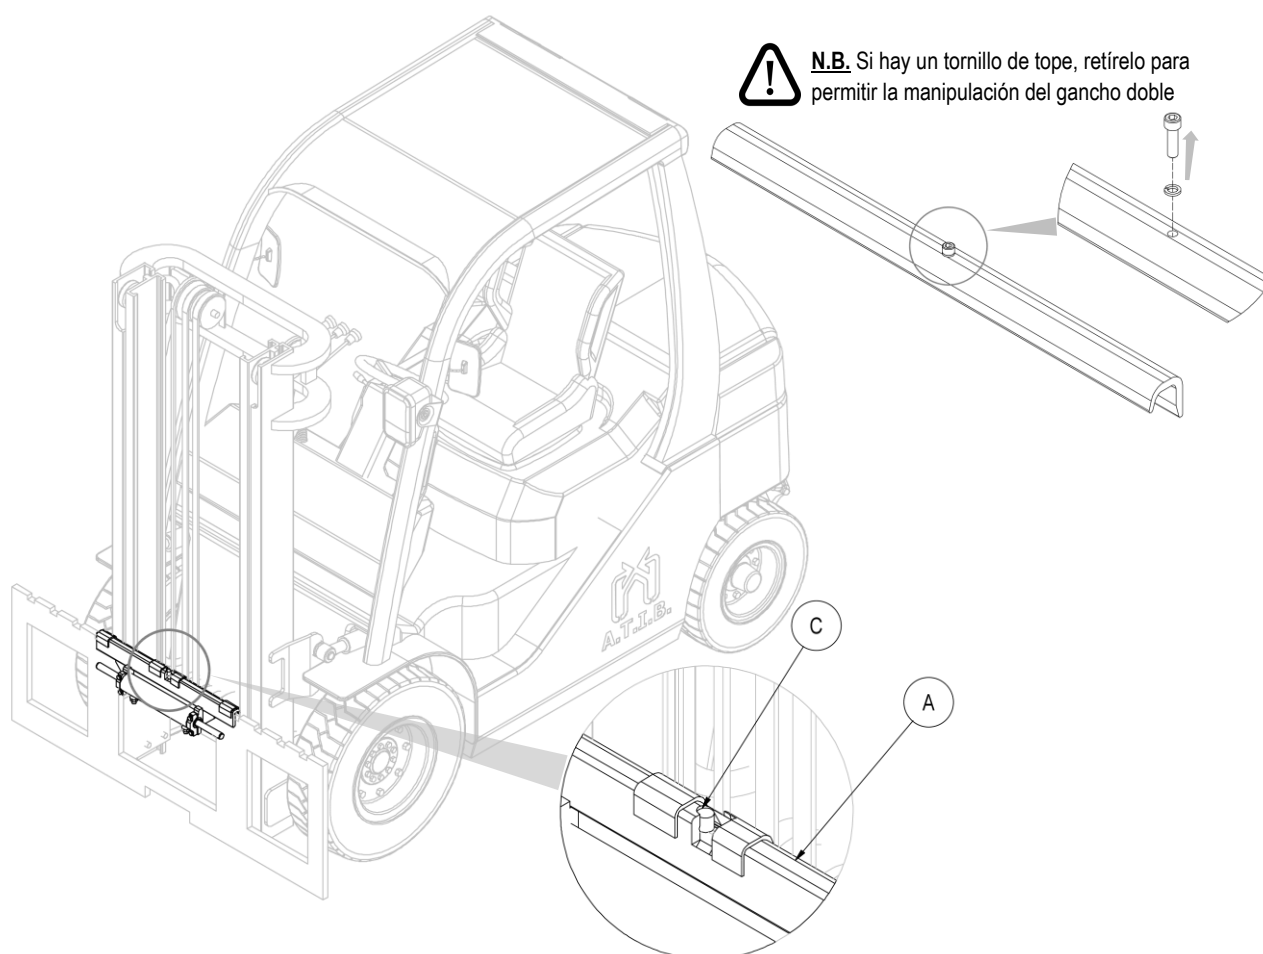

Figura 6
4. Tomar manualmente el doble gancho **A** (con las correspondientes deslizaderas y cilindro), y posicionarlo sobre el perfil superior de la placa porta horquillas, cuidando de encajar el pivote de centrado **C** en la muesca central del mismo (mira *Figura 6*).